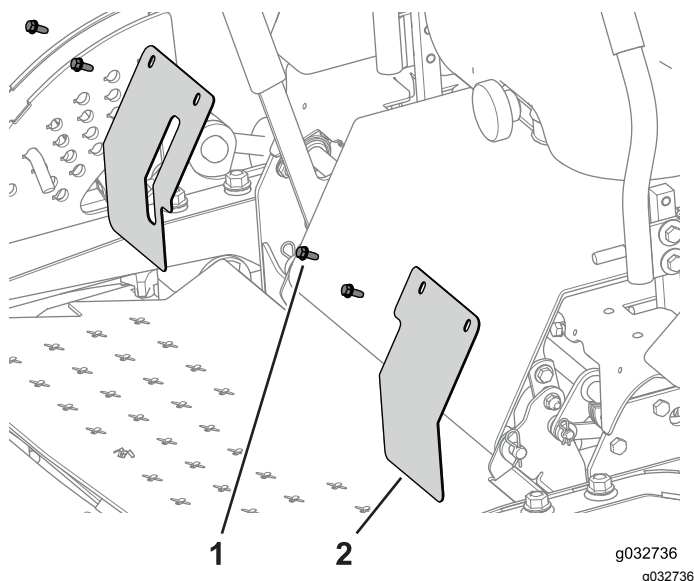

Рисунок 114
1. Снимите плоские крышки и отложите их в сторону (Рисунок 114).